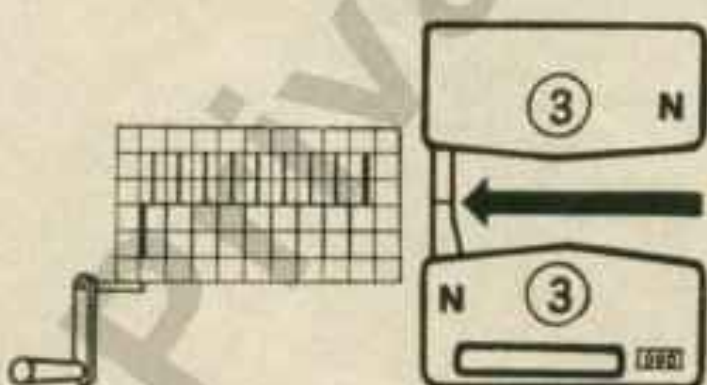

Fig. 47
**Schloss:**  $\frac{N}{N}$ , MG 3, RZ 000, Kurbel unten, Fig. 47.